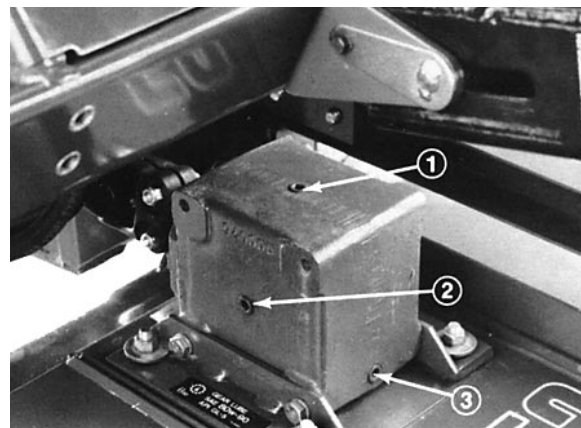

**Figure 1**
1. Enlever les goupilles fendues qui fixent les axes des rouleaux à la surface inférieure de l'unité (Fig. 1).